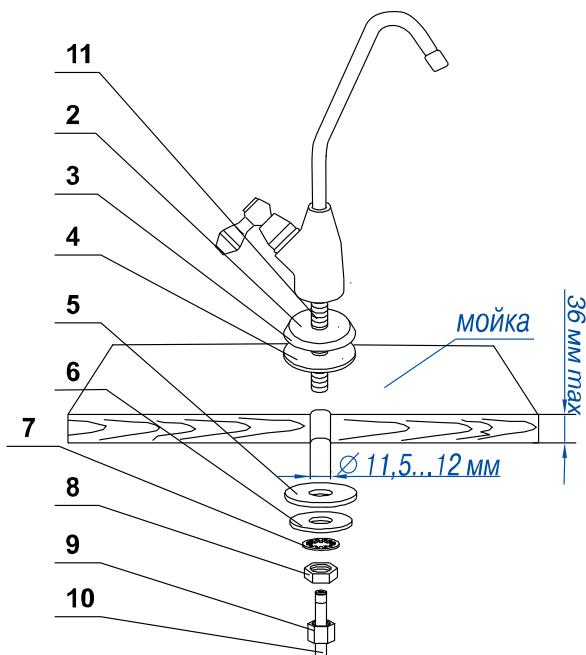

Рисунок 3. Кран для чистой воды
9.	Кран для чистой воды (рис. 3)